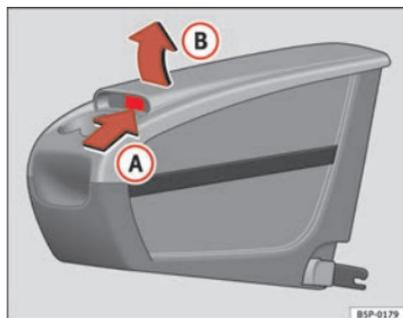

Fig. 114 Rangement mobile. Ouverture
- Levez le couvercle (B), par la zone (A) ⇒ fig. 114.